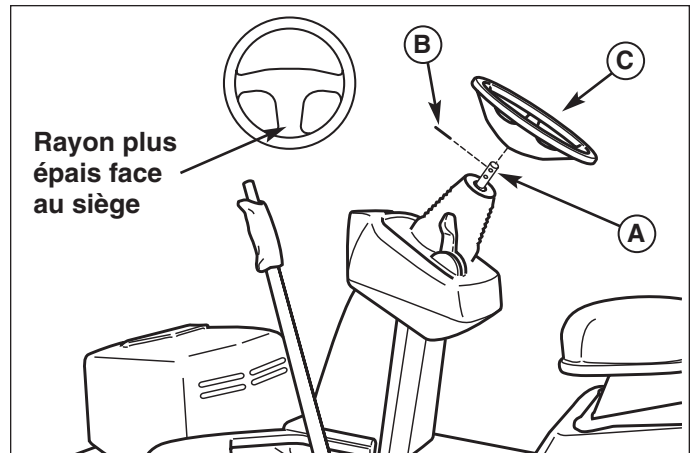

Figure 22. Composants du volant
1. A l'aide d'un chasoir approprié, retirer la goupille cylindrique de la base du volant (B, figure 22).
2. Tirer le soufflet en caoutchouc vers le bas pour exposer les deux trous de la colonne de direction (A).